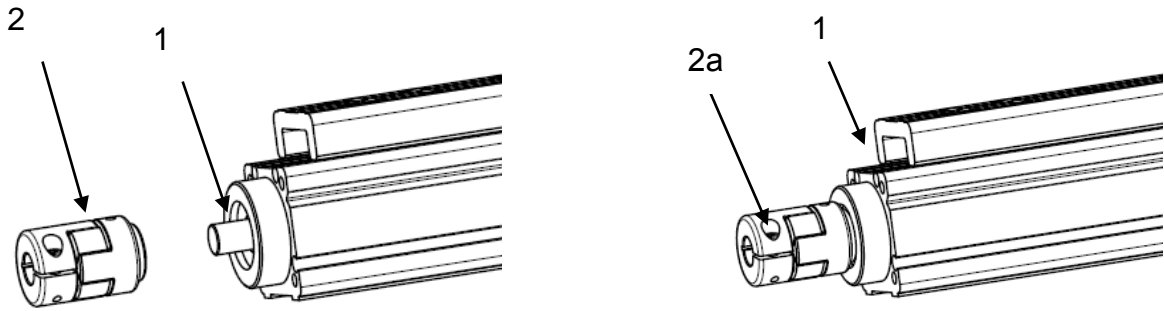

Рисунок 4 – Установка муфты на модуль.
1) установить муфту (поз. 2) на вал модуля (поз. 1) (см. рисунок 4). Закрепить муфту, затянув винт муфты со стороны вала электроцилиндра (поз. 2а). Все резьбовые отверстия должны быть зафиксированы при помощи среднего фиксатора А1042 или аналог;